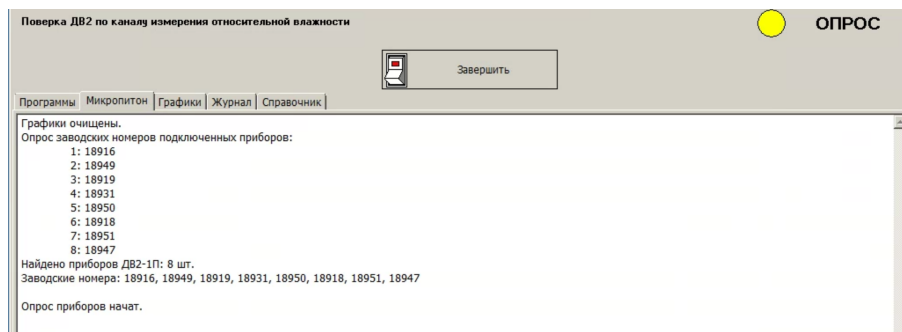

Рисунок 13 – Опрос заводских номеров ДВ2ТСМ.
7.4.6. Далее программа задаст вопрос о количестве подключенных к юстировочному комплексу преобразователей и опросит их заводские номера (Рисунок 13).
8.3.6. Далее программа задаст вопрос о количестве подключенных к юстировочному комплексу преобразователей и опросит их заводские номера (Рисунок 13).